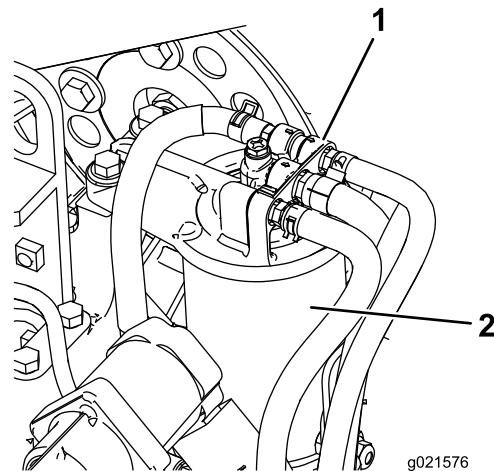

Рисунок 89
2. Снимите фильтр и очистите монтажную поверхность головки фильтра (Рисунок 89).
1. Очистите поверхность вокруг головки топливного фильтра (Рисунок 89).